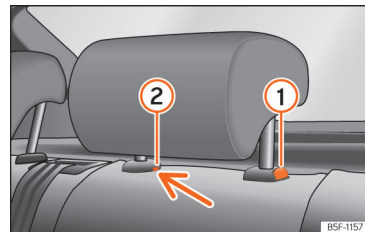

Abb. 109 Kopfstützen hinten: Ausbau.
- Drücken Sie die Taste »» **Abb. 109** ① und gleichzeitig mit einem Schlitzschraubendreher (Breite max. 5 mm) in die Öffnung der Verriegelung ② und ziehen Sie die Kopfstütze heraus.